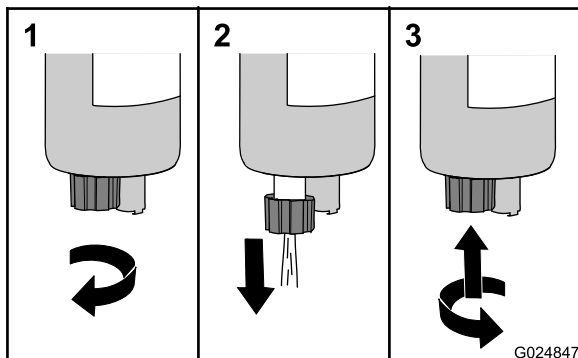

Figure 21
3. Tournez le robinet de vidange dans le sens antihoraire d'environ 3,5 tours jusqu'à ce qu'il se détache du séparateur eau/carburant (Figure 21).
4. Vidangez l'eau et le sédiment du séparateur jusqu'à ce que le carburant soit visible (Figure 21).
5. Soulevez le robinet et vissez-le dans le sens horaire à la main (Figure 21).